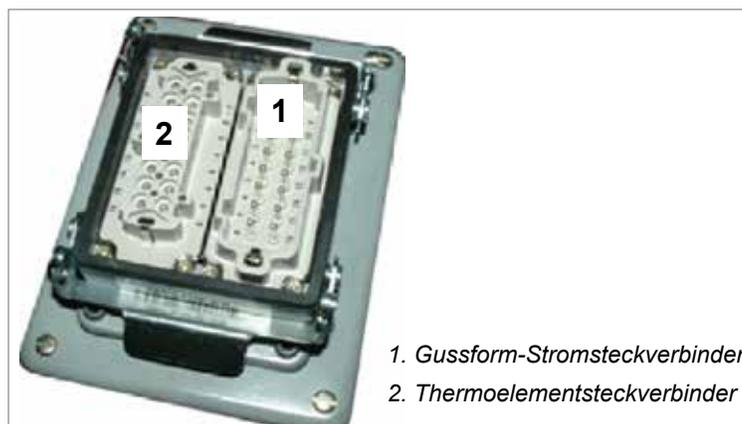

Abbildung 8-1 Gussformsteckverbinder
2. Messen Sie den Widerstand zwischen jedem Steckerstift des Stromsteckverbinders an der Gussform. siehe „Abbildung 8-1 Gussformsteckverbinder“ und Masse (Gussformgehäuse). Der gemessene Wert sollte ∞ (unendlich) sein. Gelegentlich ziehen die elektrischen Heizelemente Feuchtigkeit an, wodurch sich der Widerstand auf 100 k Ω bis 10 M Ω verringern kann. Der Regler sollte für das Abtrocknen dieser Feuchtigkeit beim Hochfahren ausgelegt sein.
1. Messen Sie den Widerstand zwischen jedem Paar Thermoelementadern am Thermoelementsteckverbinder der Gussform. Siehe „Abbildung 8-1 Gussformsteckverbinder“.